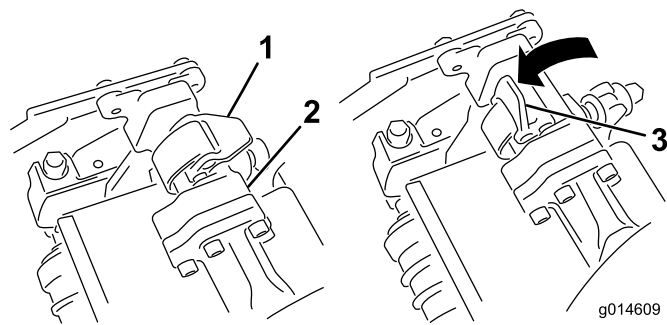

図 32
4. サスペンションアームのバーについているラッチを上向き開いた状態にして **図 32**、サスペンションアームを押し下げて、バーを、カッティングユニットのバーの上に被せるようにする **図 33**。
5. ラッチを下げて閉じるとカッティングユニットのバーがロックされてユニットがアームにセットされる **図 32**。
5. 取り外したいカッティングユニットのサスペンションアームのバーについているラッチを開く 図 32。